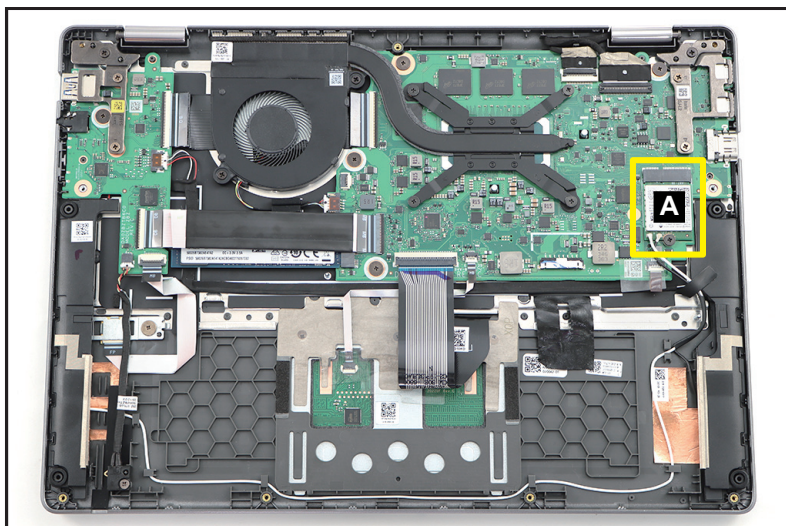

Figure 1-13. Emplacement du module WLAN
1. Trouvez le module WLAN (A) sur l'ensemble supérieur (Figure 1-13).